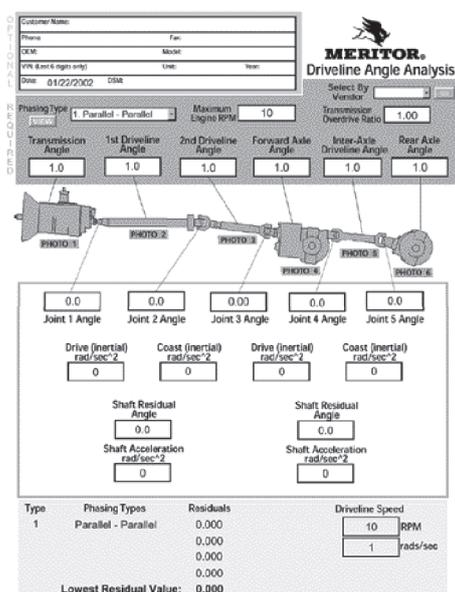

Figura 13.23
1. Introduza a seguinte informação nos campos apropriados na parte superior da tela. Figura 13.23.
2. Digite o RPM máximo do motor. Figura 13.23.
3. Digite a relação de sobre marcha (overdrive) da transmissão. Este valor deverá ser inferior a 1. Para aplicações de acionamento direto, digite 1. Figura 13.23. Clique na seleção por vendedor no menu suspenso. Clique no botão ir (GO). A tela mostrará listas de transmissões por fabricante. Você pode selecionar seu modelo específico de transmissão e redução nestas listas.